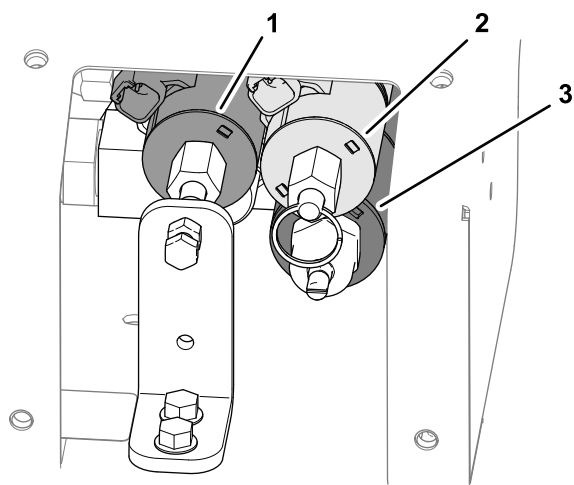

Рисунок 29
3. Найдите 3 регулирующих клапана (Рисунок 29).